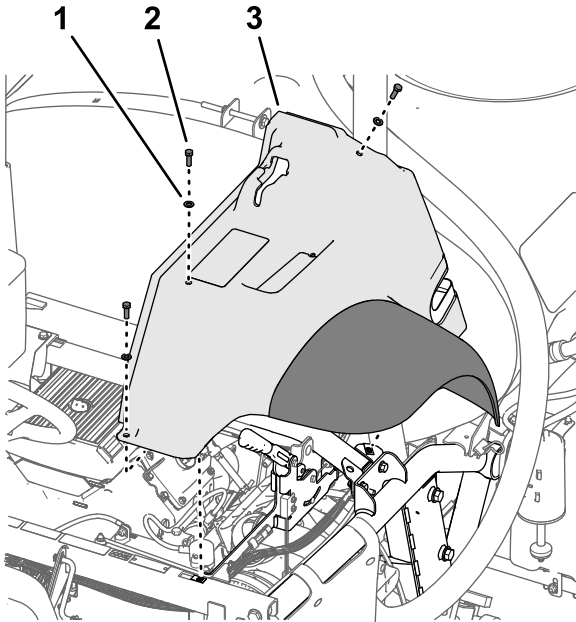

图9
2. 拆下将挡泥板固定至机器机架的 3 个螺栓 5/16 x 1 英寸和 3 个垫圈 5/16 英寸 图9。